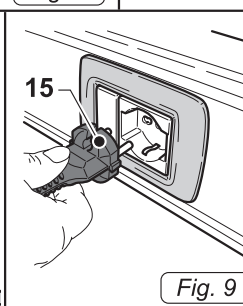

Fig. 9
- Den Stecker (15 Abb. 9) in die Steckdose stecken.
- Den Stecker (15 Abb. 9) aus der Steckdose ziehen.